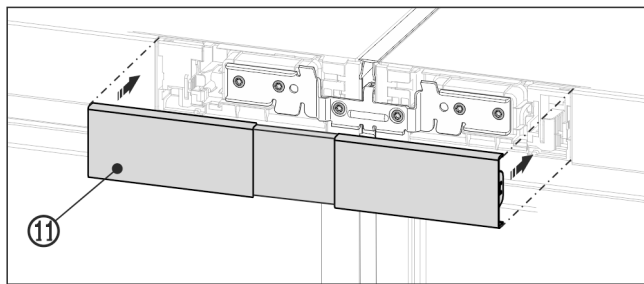

Fig. 23 Príklad zobrazenia
- ▶ Horný kryt Fig. 23 (11) priklopnite na ešte otvorený medzi priestor oboch záslepiek ovládacej časti. Dbajte pri tom na to, aby vonkajšie strany krytu licovali so záslepkami ovládacej časti.